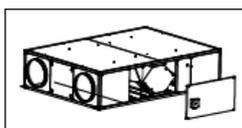

Fig. 5
7. Replacer le by-pass dans son emplacement (fig.5), refermer le panneau et reconnecter le récupérateur.